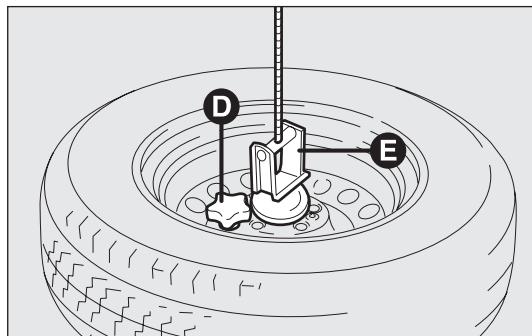

рис. 164
- ❑ отвинтите крепежный маховичок D – рис. 164 и освободите колесо от кронштейна E.
- ☐ возьмите снятое колесо, закрепите его к кронштейну E – рис. 164 и затяните маховичок D;